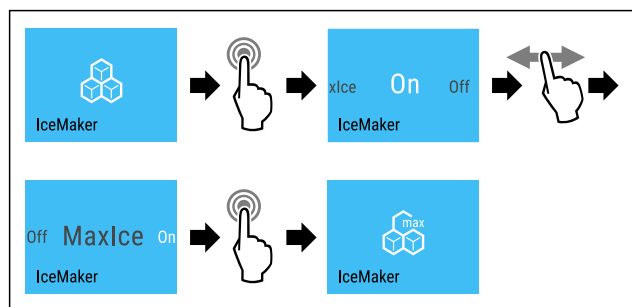

Fig. 18
- Eseguire i passaggi (vedere Fig. 18).